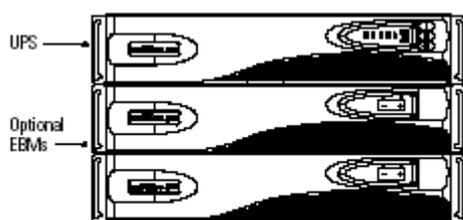

Figure 3. Rack-Mount UPS with EBMs
**HINWEIS:** Die EBM-Module sind unter der USV wie in Abb. 3 gezeigt zu installieren.